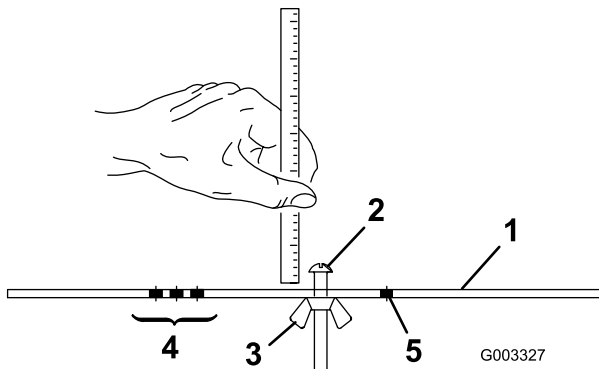

Bild 16
2. Lösen Sie die Mutter an der Messleiste (Bild 16) und stellen die Stellschraube auf die gewünschte Schnitthöhe ein.